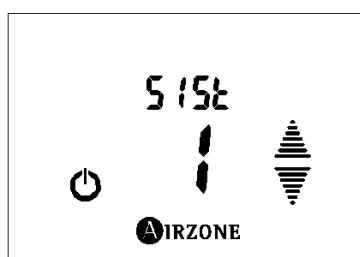

Fig. 69
- **Dirección de sistema SYSTEM:** Esto permite definir el número del sistema en su instalación. Por defecto muestra el valor 1. Para modificar el valor de la dirección pulse **AIRZONE**, el valor de dirección del sistema se pondrá a parpadear, esto indica que podemos modificar el valor (Fig.69). Utilice las flechas para modificar la dirección. El sistema mostrará los valores de dirección libres con un valor máximo de 247. Una vez seleccionado el valor correcto pulse **AIRZONE** para confirmar.